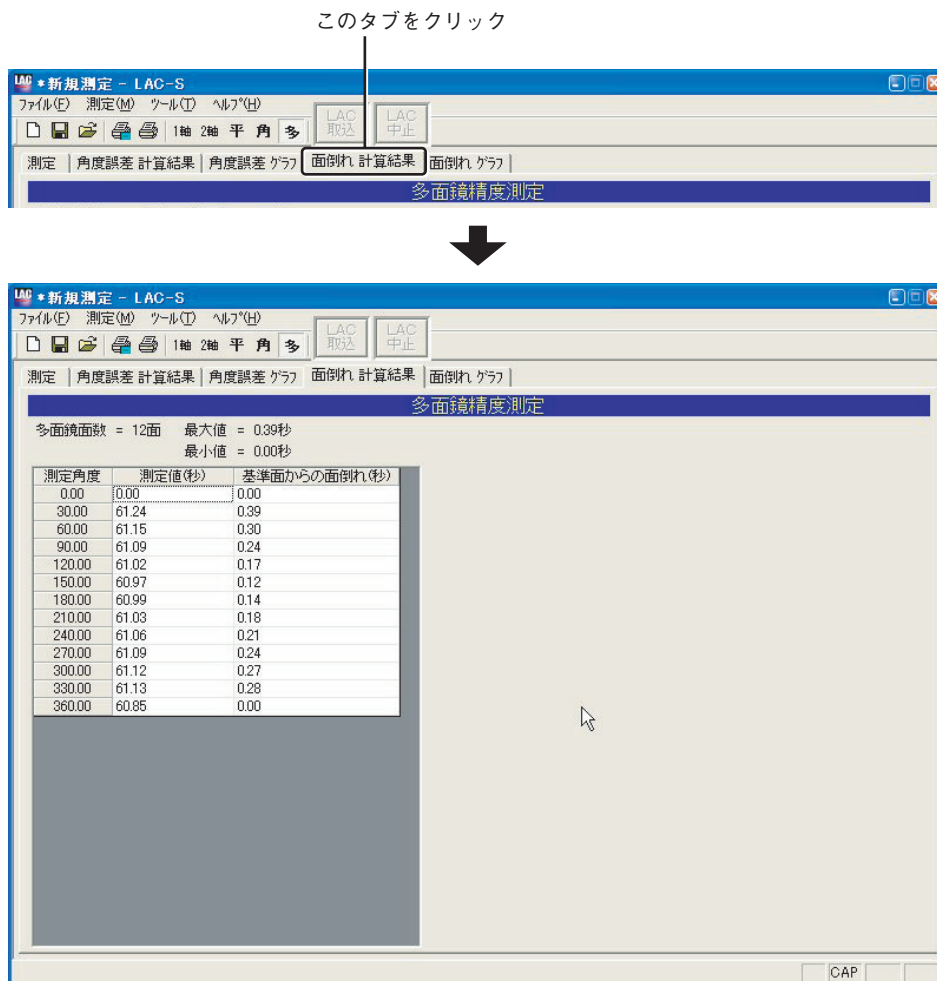

図5-11-13
5.11.2で行った「面倒れ 計算結果」を表示します。角度割出精度測定画面の「面倒れ 計算結果」タブをクリックすると「面倒れ 計算結果」が表示されます(図5-11-13)。